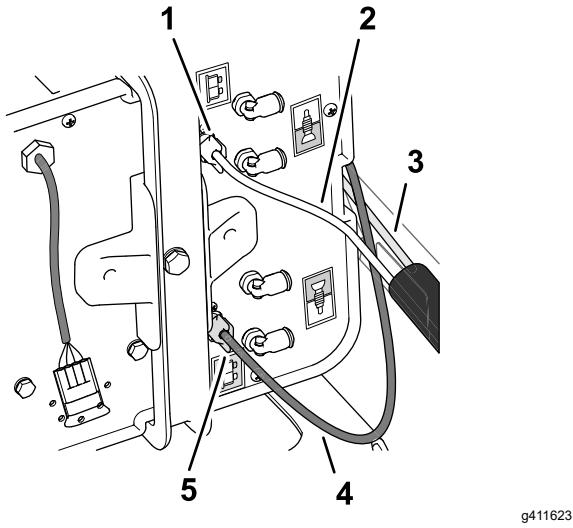

Figura 5
3. Pase el extremo libre del tubo transparente de 92 cm desde el acoplamiento del tapón al acoplamiento lateral del compresor con la tuerca de compresión blanca (Figura 4 y Figura 5).
4. Retire la tuerca de compresión blanca (Figura 5) y móntela en el tubo transparente de 92 cm.
5. Monte el tubo transparente y la tuerca de compresión blanca en el acoplamiento lateral del compresor, y apriete la tuerca de compresión blanca a mano (Figura 5).
6. Retire la tuerca de compresión azul del acoplamiento lateral del compresor (Figura 5).
7. Monte la tuerca de compresión azul sobre el tubo azul (Figura 5) de los tubos de densidad de la espuma – 4,9 m.
8. Monte el tubo azul y la tuerca de compresión azul en el acoplamiento lateral del compresor, y apriete la tuerca de compresión azul a mano (Figura 5).